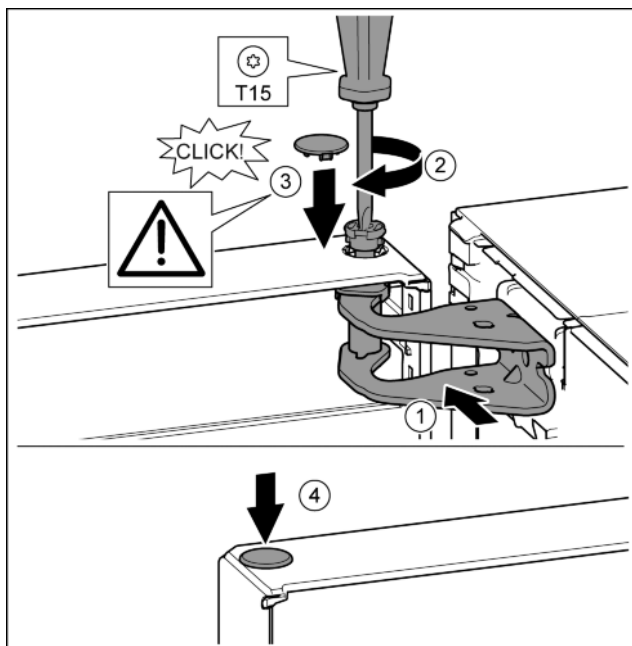

Fig. 18
- ▶ Wyrównać drzwi u góry względem otworu w płytce zawiasu. Fig. 18 (1)
- ▶ Założyć sworzeń i dokręcić śrubokrętem T15. Fig. 18 (2)
- ▶ Zamontować osłonę bezpieczeństwa w celu zabezpieczenia drzwi: Włożyć osłonę zabezpieczającą i sprawdzić, czy przylega ona do drzwi. Ponadto założyć cały sworzeń. Fig. 18 (3)
- ▶ Założyć zatyczkę. Fig. 18 (4)